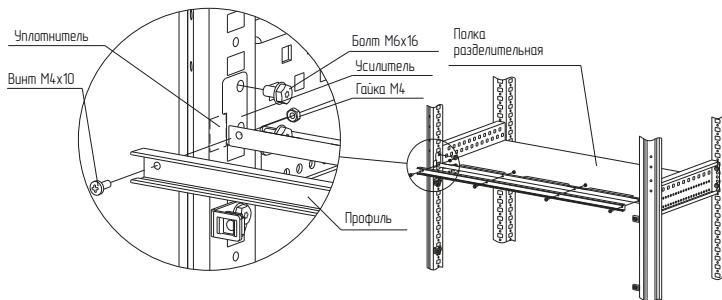

Рисунок 2
4.1.3 Установить усилитель между стойками каркаса (рисунок 2) и закрепить болтами самонарезающими M6×16, момент затяжки – 7 Н·м. При установке совместно с полкой
разделительной, усилитель надеть на переднюю часть полки. Наклеить уплотнитель (рисунок 2) и прикрепить профиль к усилителю комплектом винтов M4×10 и гаек M4 с моментом затяжки – 1,5 Н·м.